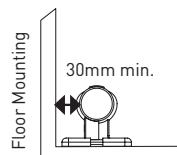

Fig.6
- Seguire le distanze minime riportate in [Fig.6] If per il funzionamento indipendente, fissare le staffe lungo la lunghezza per sostenere adeguatamente la stufetta e garantirne la stabilità.